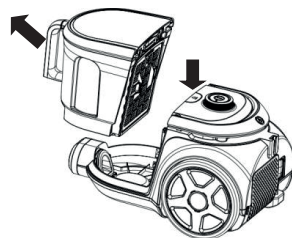

Fig. 7
- Como en la Fig. 7, saque la cámara de polvo de la máquina.